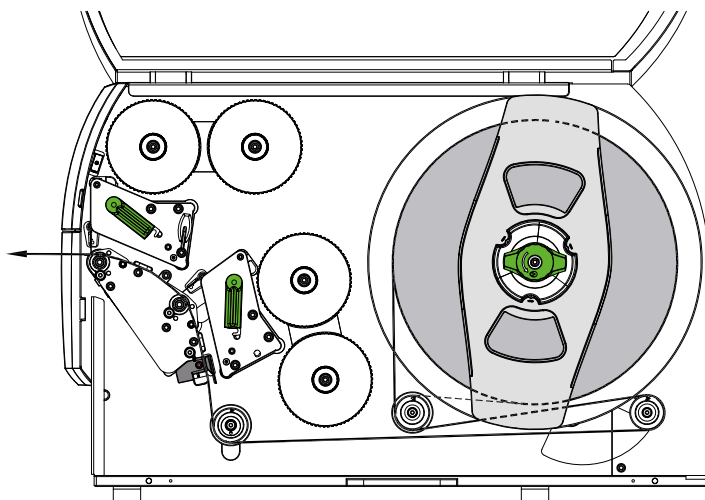

图 12 标签运行
2. 从卷筒上开卷标签带，根据图 12 使其穿过两个打印单元，直到上压辊（2）。虚线适用于内卷标签。